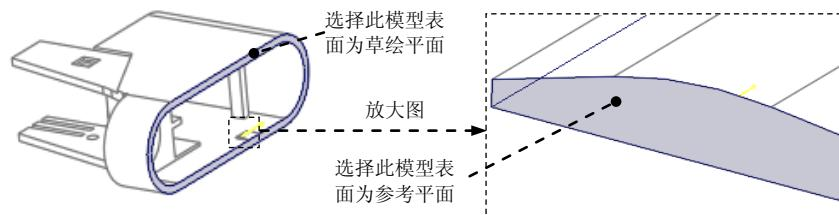

图 19.17 定义草绘平面
- (1) 单击 **编辑模具体积块** 操控板 **形状** ▾ 区域中的  按钮，此时系统弹出“拉伸”操控板。
- (2) 定义草绘截面放置属性。右击，从弹出的菜单中选择 **定义内部草绘...** 命令；在系统 **选择一个平面或曲面以定义草绘平面** 的提示下，选取图 19.17 所示的模型表面为草绘平面，然后选取图 19.17 所示的模型表面为参考平面，方向为 **右**，然后单击 **反向** 按钮，单击 **草绘** 按钮，此时进入草绘环境。